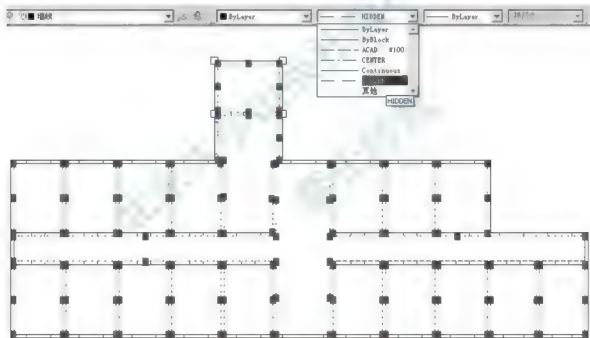

图 5.24 给部分墙线换线型
(1) 在命令行无命令的状态下, 选中需要修改线型的墙体, 然后打开【对象特征】工具栏上的【线型】下拉列表, 选择“HIDDEN”选项, 如图 5.24 所示。